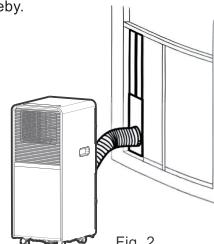
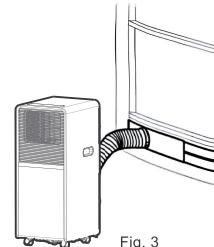

Fig. 2
Fig. 3
- Installer, som vist i fig. 2 og fig. 3, aftræksslangen, og juster vinduespositionen i overensstemmelse hermed.